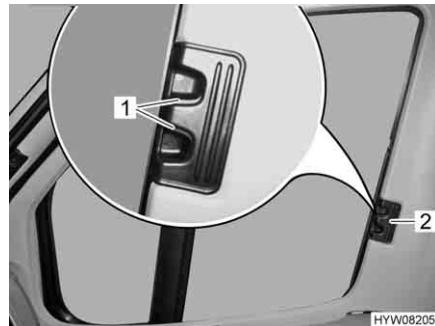

Fig. 59 Tendina oscurante pieghevole per il finestrino del conducente/passeggero
- Premere le maniglie di sbloccaggio (Fig. 59,1) e mantenerle premute.
- Con la levetta (Fig. 59,2) tirare le tendine oscuranti pieghevoli per il finestrino del guidatore e del passeggero verso l'altro lato della finestra e congiungerle alle strisce magnetiche.
- Inserire fino all'arresto le tendine oscuranti pieghevoli per il finestrino del guidatore e del passeggero per la maniglia (Fig. 59,2).
- Rilasciare le maniglie di sbloccaggio (Fig. 59,1) e mantenerle innestate.